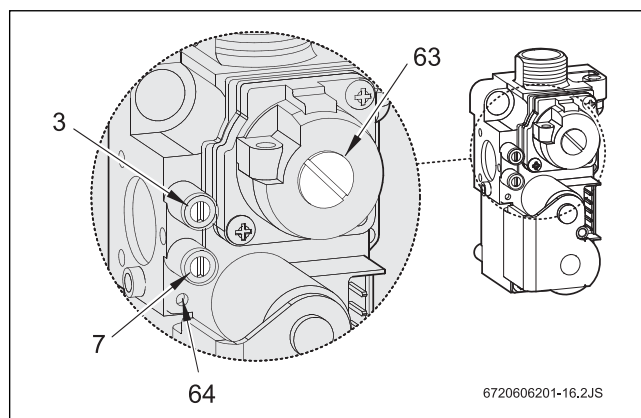

Fig. 23 Automático de gás
- ▶ Desmontar a cobertura do parafuso de regulação do gás (63) (Fig. 23).
- ▶ Tratando-se de gás natural: regular o consumo MAX com o parafuso de regulação (63) (Tab. 9).